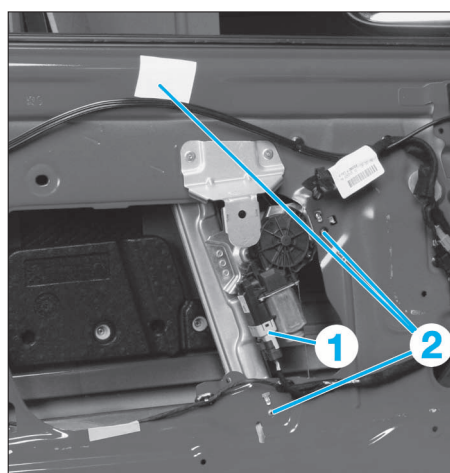

FIG. 57
- Débrancher le connecteur (1) (Fig.57).
- Percer les rivets en (2), à l'aide d'un foret de 6 mm.